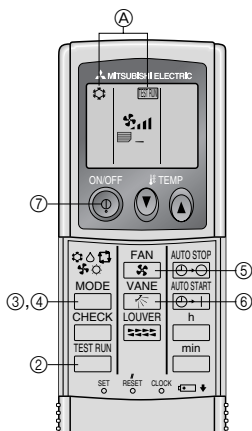

Fig. 7-2
7.2.2. De draadloze afstandsbediening gebruiken (Fig. 7-2)
- ① Schakel minstens 12 uur voor het proefdraaien de netspanning op het apparaat.
- ② Druk twee keer achter elkaar op de toets . (Voer deze handeling uit wanneer het display van de afstandsbediening is uitgeschakeld.)